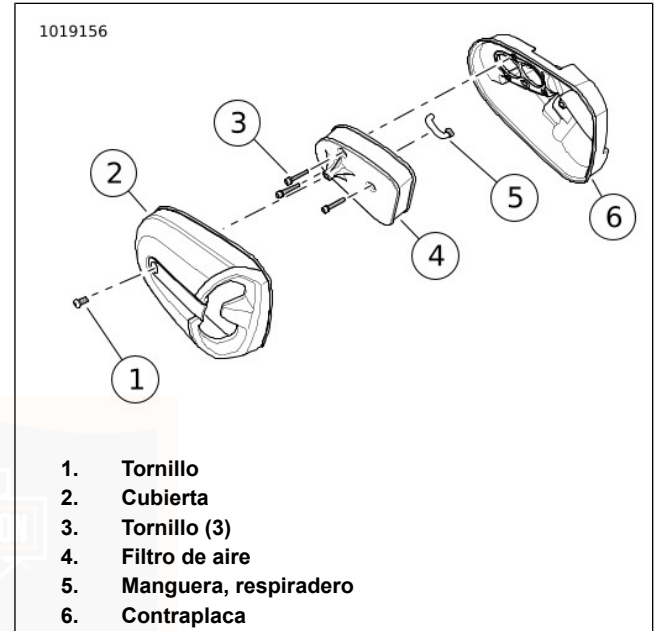

Figura 39. Depurador de aire: XG750A
1. Vea la Figura 39. Quite el tornillo de la cubierta (1).
2. Quite la cubierta (2).
3. Extraiga los tornillos del filtro de aire (3).
4. Quite el elemento del filtro de aire (4).
- a. Si lo va a desechar, extraiga la manguera del respiradero (5) del elemento del filtro de aire e instale el elemento **nuevo**.
7. Instale el elemento del filtro de aire (5).
8. Instale los tornillos del filtro de aire (3).